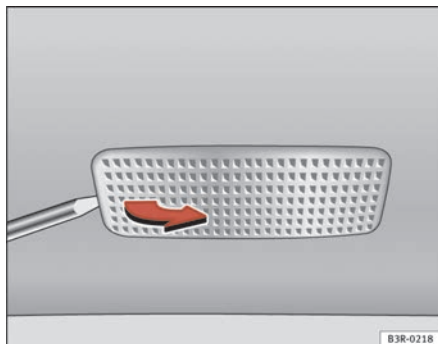

Fig. 223 Desmontaje luz del parasol
- Retire la luz con cuidado, utilizando el destornillador por su parte plana ⇒ fig. 223.